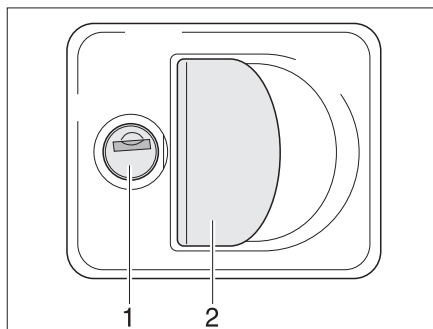

Fig. 55 Serratura dello sportello con impugnatura
- Inserire la chiave nel cilindro della serratura (Fig. 55,1) e ruotare di un quarto di giro. La serratura dello sportello è sbloccata.
- Tirare la maniglia della serratura (Fig. 55,2). In questo modo si apre lo sportello esterno.